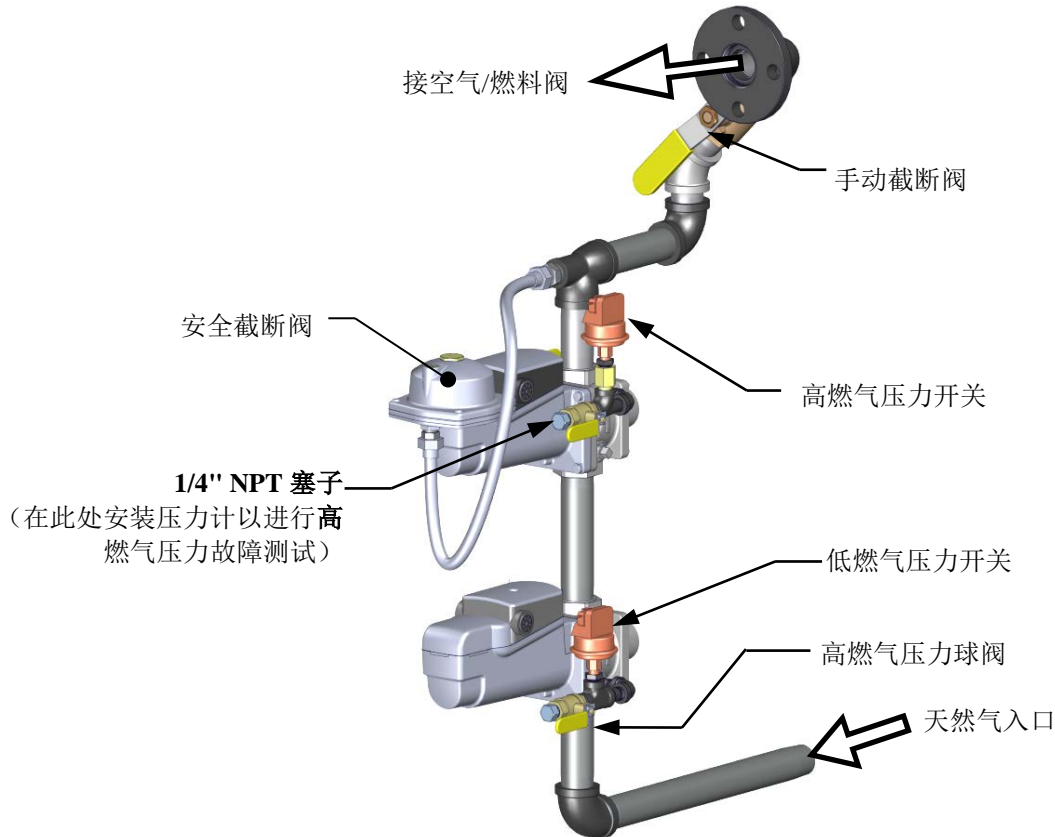

图 6-1b: BMK 750/1000: 高燃气压力故障测试
要模拟高燃气压力故障，请参见图 6-1b 并执行以下步骤：
2. 从高燃气压力检漏球阀中取出 1/4" NPT 塞子，如图 6-1b 所示。